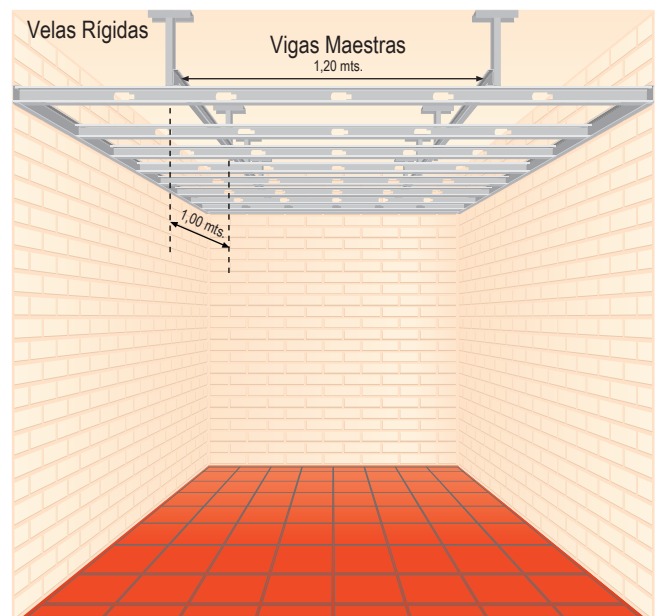

FIG. 3
- 4 Se ubican las vigas maestras (perfiles montantes con una separación máxima de 1,20 mts. entre ejes). Desde las vigas maestras se suspenden las velas rígidas, las cuales son materializadas con perfiles montantes colocados con una separación de 1,00 mts. entre si. (Fig. 3)